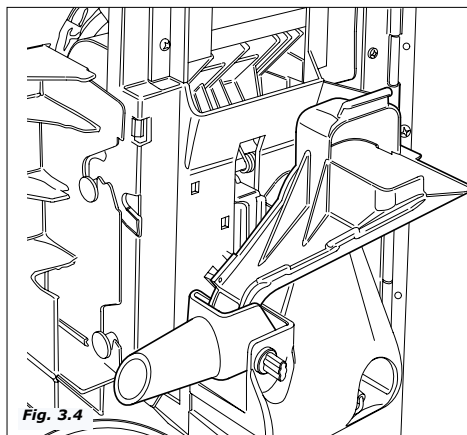

Fig. 3.4
- 2 se activa el motorreductor, que a través de la leva, efectúa el movimiento de la rampa para poner el azúcar dentro del vaso (Fig.3.4).